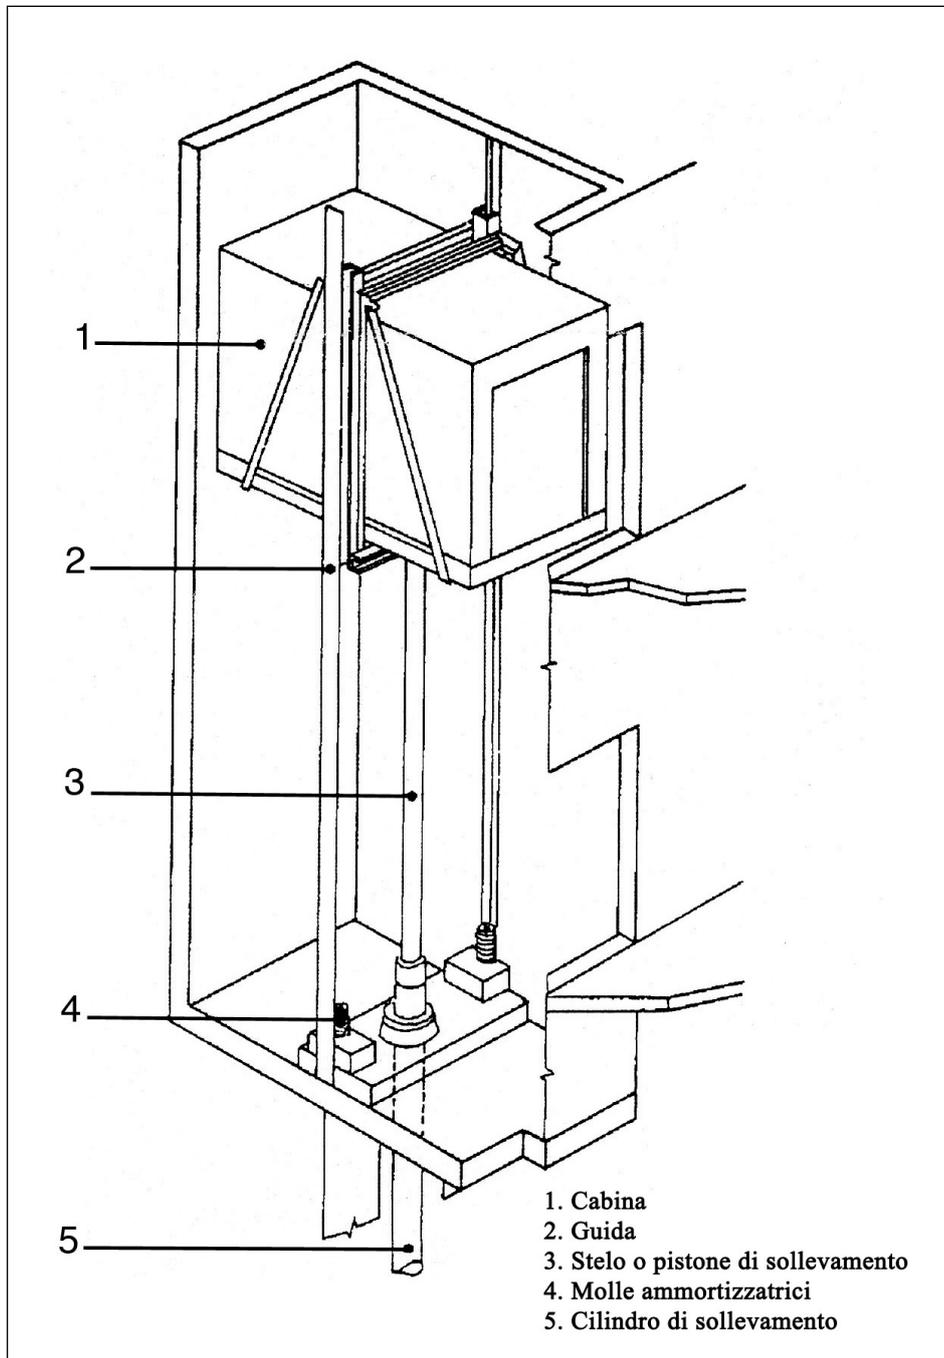

Fig. 4 - Impianto oleodinamico a spinta diretta centrale
- Ascensore **Oleoelettrico** o **Oleodinamico** o **Idraulico** azionato da una pompa, posta all'interno di una centralina idraulica, che spinge un pistone (o stelo) di sollevamento. Detta centralina è ubicata appunto nel locale centralina (vedi figure 4 e 5). La cabina può essere sostenuta direttamente dal pistone (sollevamento diretto) o appesa a funi (sollevamento indiretto). Se il pistone agisce direttamente al centro della traversa inferiore dell'arcata che regge la cabina, si ha il tipo di **sollevamento diretto centrale** (vedi fig. 4). In questo caso il cilindro di sollevamento è installato direttamente sotto la cabina ed è alloggiato in un pozzo praticato nel suolo, sotto il livello della fossa, profondo circa come la corsa della cabina. Data la difficoltà di realizzare un pozzo profondo, la corsa massima ottenibile è di pochi metri (1 o 2 piani).